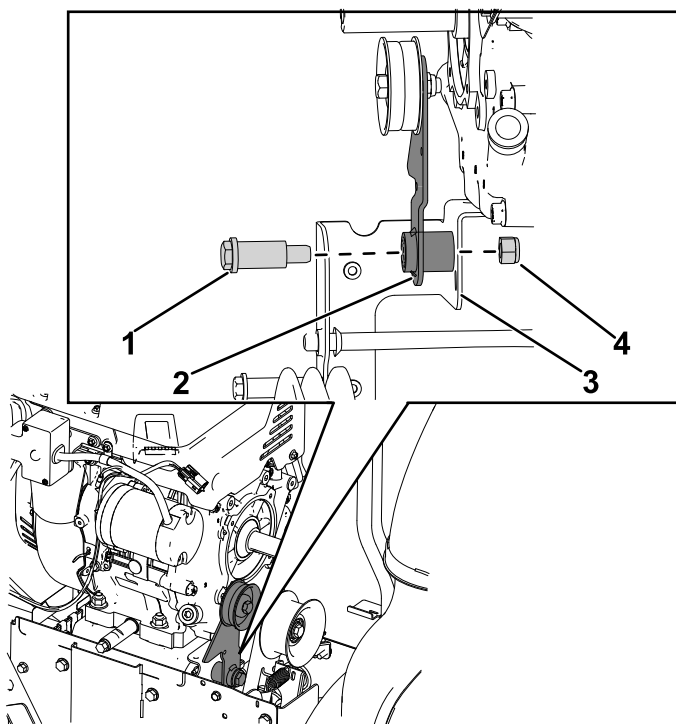

Рисунок 9
3. Удалите гайку (7/16 дюйма) и ступенчатый болт (7/16 x 1 3/4 дюйма), которые крепят рычаг натяжного ролика тягового привода к кронштейну муфты тормоза (Рисунок 9).